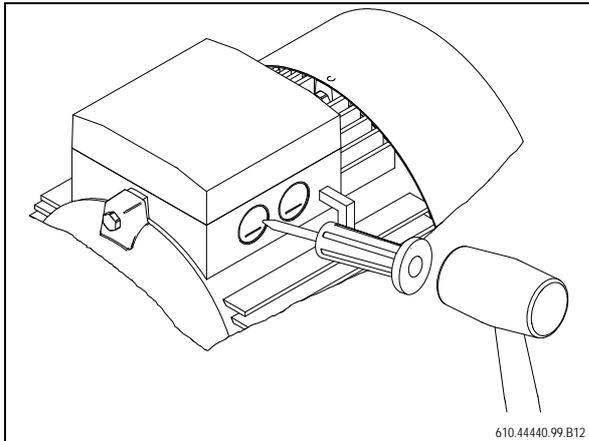

Fig. 11: Perfurar as aberturas da caixa de bornes
- Remover convenientemente crostas de fundição e bujões cegos (Fig. 11, página 19).